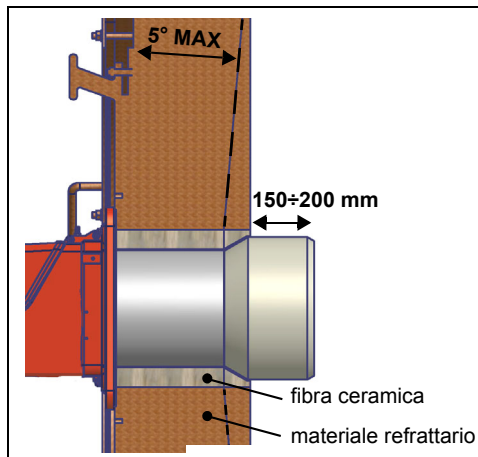
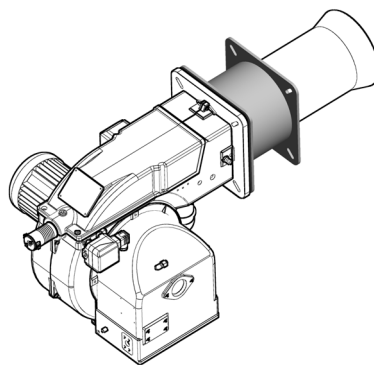

Fig. 1
Fig. 2
I bruciatori descritti in questo manuale sono stati provati in camere di combustione rispondenti alla norma EN676, le cui dimensioni sono descritte nel diagramma. Nel caso in cui il bruciatore debba essere abbinato a caldaie con camera di combustione di diametro inferiore o di minore lunghezza di quelle descritte nel diagramma, contattare il Costruttore per verificare che esso si adatti all'applicazione per cui è previsto. Per abbinare correttamente il bruciatore alla caldaia, verificare la tipologia di boccaglio. Verificare inoltre che la potenza richiesta e la pressione in camera di combustione rientrino nel campo di lavoro. In caso contrario dovrà essere rivista la scelta del bruciatore, consultando il Costruttore. Per la scelta della lunghezza del boccaglio applicare la regola seguente, anche in difformità alle indicazioni del costruttore della caldaia: Caldaie a tre giri di fumo (con il primo giro fumi nella parte posteriore): il boccaglio deve entrare in camera di combustione per circa 150÷200 mm (Fig. 1). La lunghezza dei boccagli non sempre soddisfa questo requisito, pertanto potrebbe essere necessario utilizzare un distanziale di misura adeguata, che serve a far arretrare il bruciatore in modo da soddisfare le misure di cui sopra (Fig. 2).
**ATTENZIONE:** una volta montata la rampa secondo lo schema riportato in Fig. 1, deve essere effettuata la prova di tenuta del circuito gas, secondo le modalità previste dalla normativa vigente.